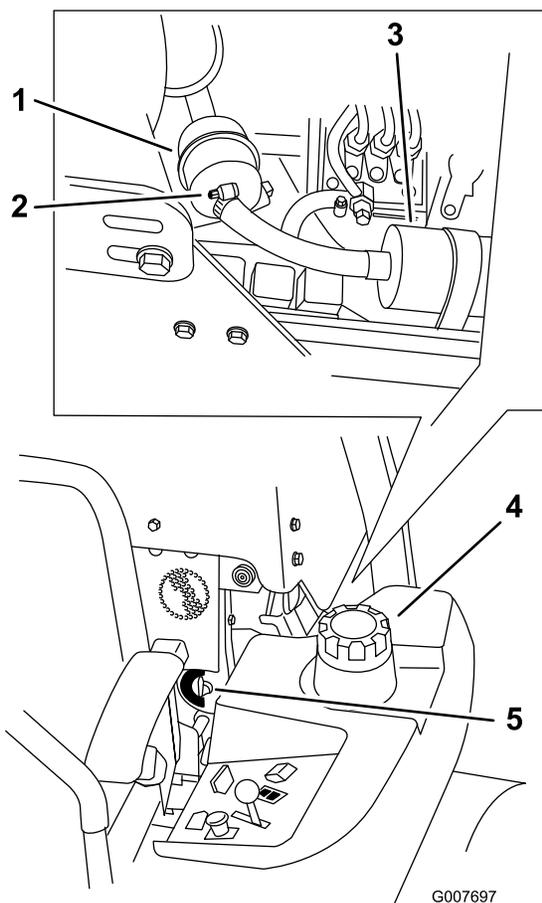

Figura 52
4. Chiudete la valvola di intercettazione del carburante (Figura 52).
5. Allentate le due fascette stringitubo e scollegate i tubi del carburante dal filtro carburante (Figura 52).
6. Montate un nuovo filtro. Collegate i tubi del carburante al filtro carburante e montate le fascette stringitubo (Figura 52).